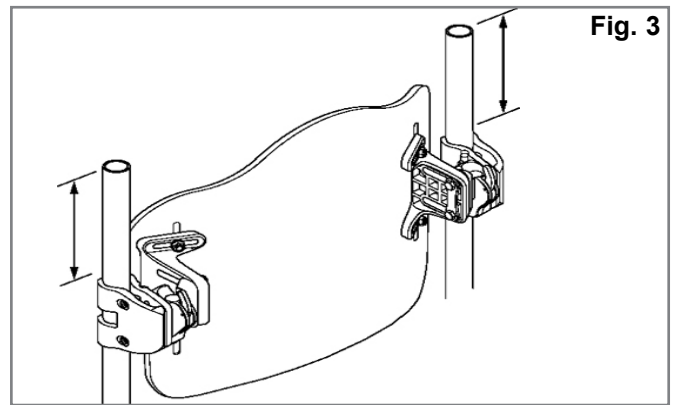
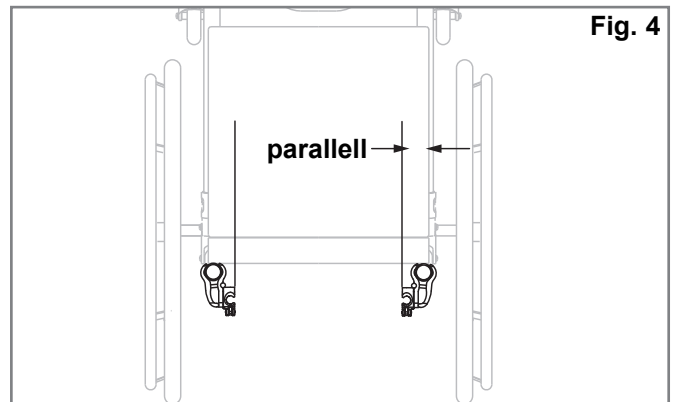

Fig. 3
Fig. 4
### Montering av festebrakettene (Fig. 3, 4, 5)
2. Avgjør (visuelt) i hvilken høyde du ønsker å montere festebrakettene på rullestolens ryggør. Festene skal monteres like høyt på hvert ryggør (Fig. 3) og parallelt med seterammen (Fig. 4). Det er generelt bedre å montere festene høyere opp på ryggørene, fordi det er enklere å justere høyden ved å skyve ryggen nedover.